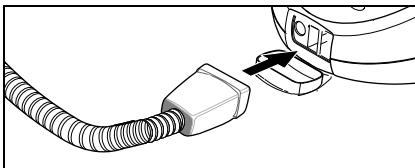

Рис. 5
- Паровой штекер (C7) надежно вставить в выходной разъем прибора (A1). При этом оба фиксатора парового штекера должны зафиксироваться в крышке розетки прибора (см. рис. 5).